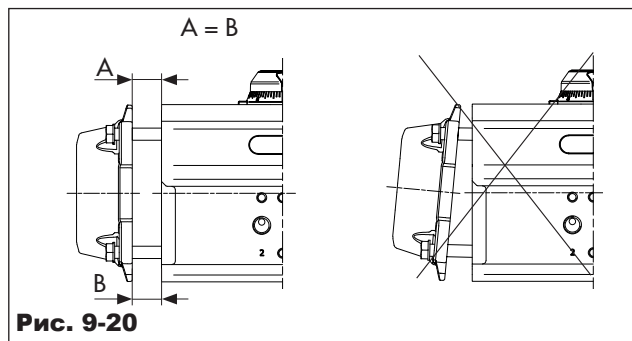

Рис. 9-20
- ➔ Установите торцевые крышки, как показано на рис. 9-20, сохраняя постоянное расстояние ( $A = B$ ) между корпусом привода и посадочным местом торцевой крышки.